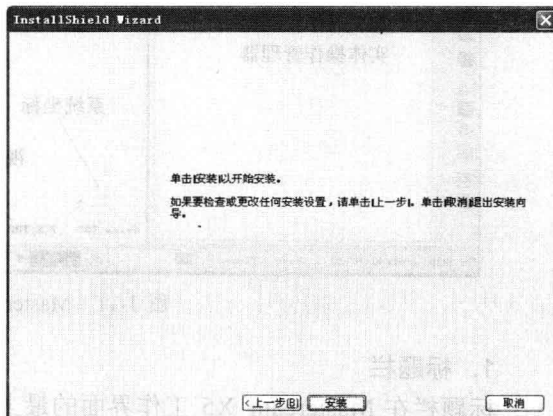

图 1-8 完成安装设置
(6) 弹出如图 1-8 所示的界面，用户可以单击 **< 上一步(B)** 按钮更改安装设置，此处单击 **安装** 按钮，进行安装。